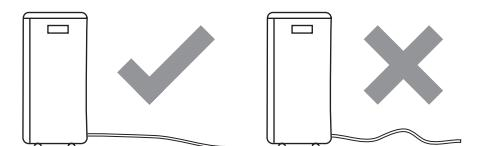

Рис. 24
**П** Убедитесь в том, что высота дренажного шланга или любой его части не находится выше уровня сливного отверстия кондиционера (см. рис. 24). В этом случае полностью опорожнить резервуар для конденсата не удастся.